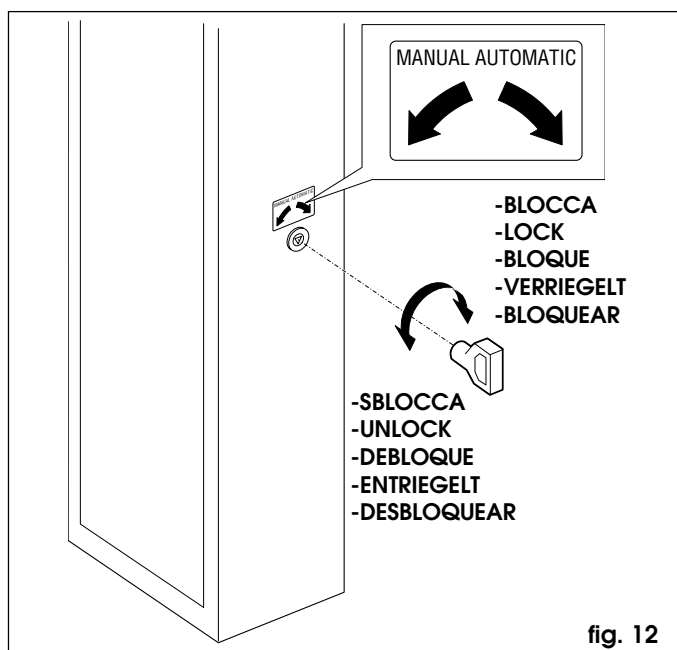

fig. 12
- Inserire la chiave triangolare standard (Fig. 12) nella serratura e ruotarla in **senso antiorario** di 1 giro.